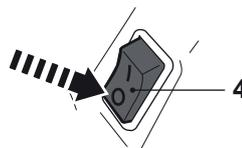

Fig. 27
- > Mettez l'interrupteur [4] sur «O» (arrêt) (Fig. 27).